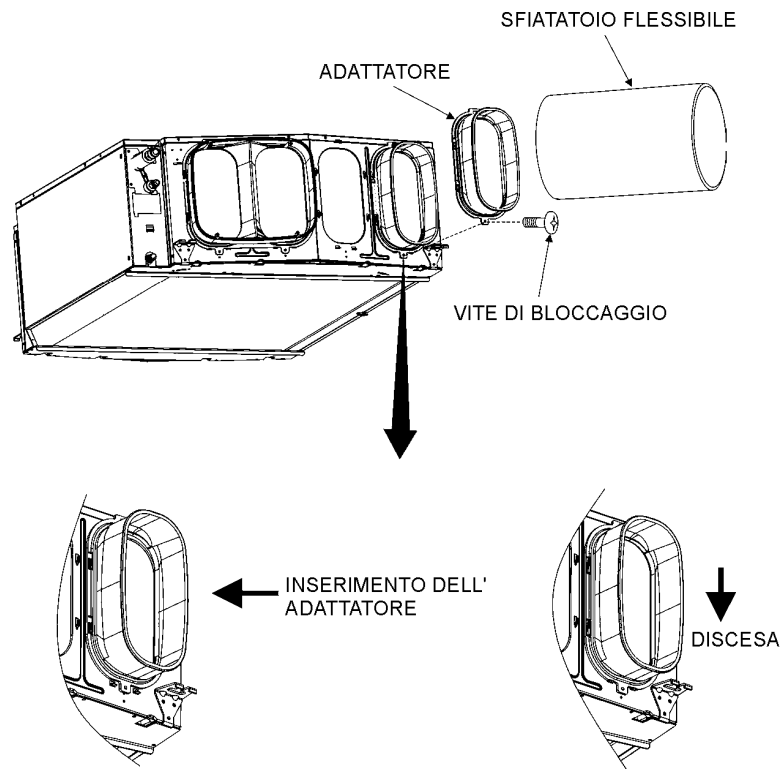

Fig. 14. Installazione dell' adattatore e sfiatatoi flessibili
- B. Installare gli adattatori e avvitarli con forza con viti di bloccaggio (vedi Fig. 14). Per facilitare l'installazione, si può montare l'adattatore sull'unità dopo che è stato allacciato al sfiatatoio flessibile.